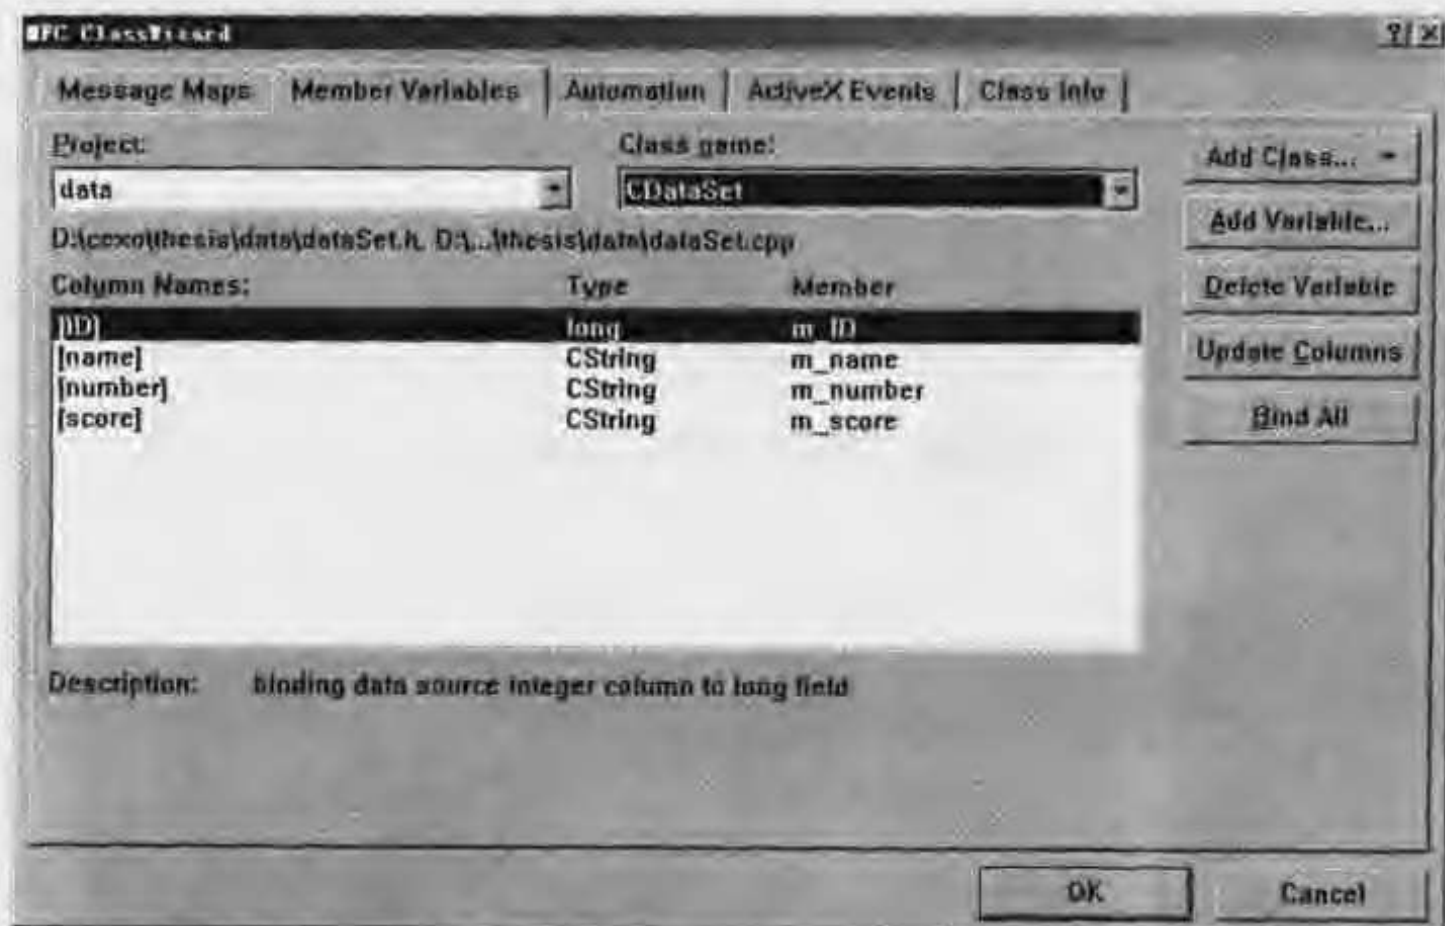

图 9.3.10 ClassWizard 对话框
(8) 在 ClassWizard 中,针对新产生的 CDataSet 类,单击 Member Variables 标签。此时,ClassWizard 应按照数据库列的名称产生了如图 9.3.10 所示的数据成员。